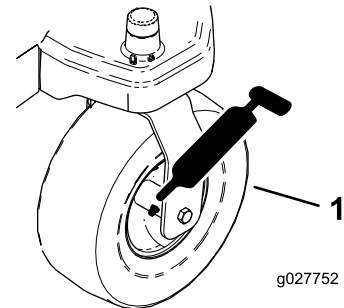
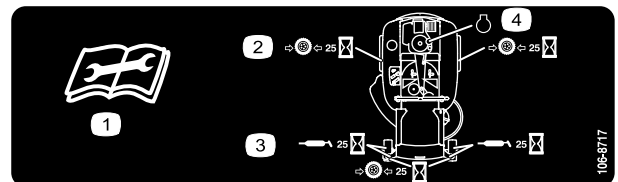

Figura 23
Figura 24
3. Limpie con un trapo los puntos de engrase (Figura 23 y Figura 24).
4. Conecte una pistola de engrasar a cada punto de engrase (Figura 23 y Figura 24).